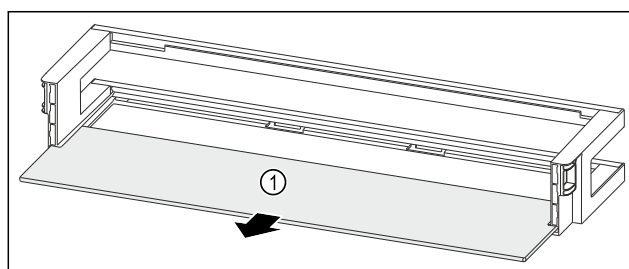

Fig. 179 Türabsteller mit Abstellfläche
- Abstellfläche Fig. 179 (1) entnehmen.